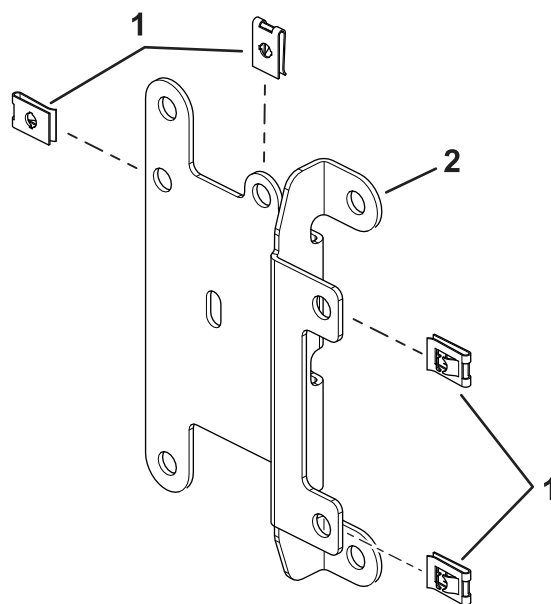

Figura 2
2. Instale las tuercas rápidas de tipo U en la placa de montaje de fusibles (Figura 2).